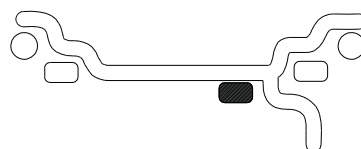

Figure 20
B. STATIQUE (simple plan - Figure 20). Suggéré pour jantes étroites (3" ou moins). Utiliser une masse correctrice simple placée au centre de la jante comme illustré à la Figure 20.